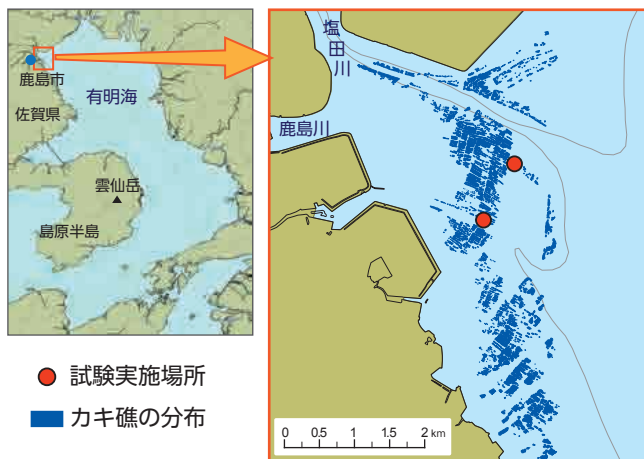

図 1. 佐賀県鹿島市塩田川河口カキ礁と試験実施場所
最大のカキ群集（カキ礁：図1）が広がっています。このカキ礁についての環境浄化機能や多様な生態系に関わる役割に関する成果をもとに、有明海のカキを用いたより高水温に強いカキ種苗の安定した入手方法の可能性を検討しました。そこで、従来から繁殖しているカキ礁での採苗を試みて、①有明海の環境に順応して繁殖しているカキ礁での安定採苗手法の開発 ②得られた種カキの養殖用種苗としての評価について試験を実施しました。